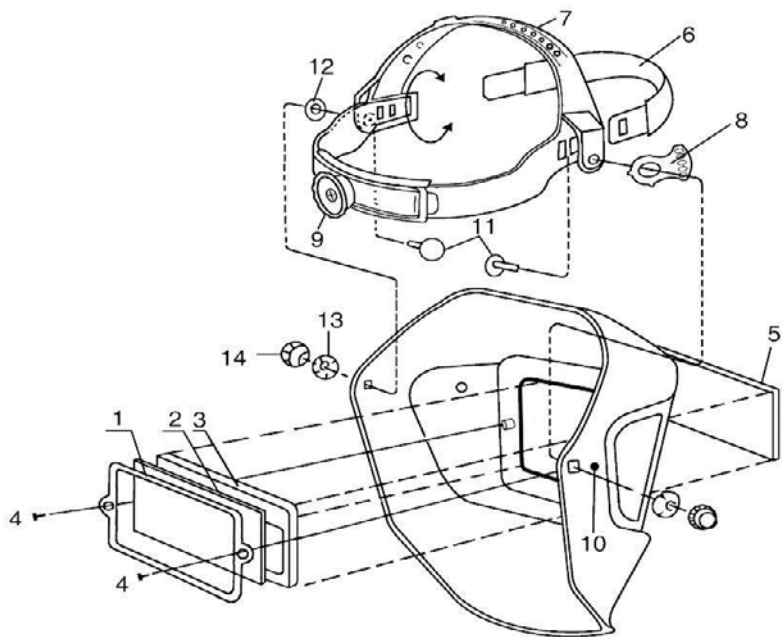

Рис. 2.
1. Корпус щитка поставляется в сборе со светофильтром. С помощью фиксаторов и гаек соедините корпус щитка с наголовником (См. рис. 2).
- **Горизонтальная регулировка обхвата головы:** нажмите на регулятор (См. рис. 2, п. 9), поворачивайте рукоять по часовой стрелке, чтобы уменьшить размер наголовника, и против часовой – чтобы увеличить. Щиток должен плотно сидеть на голове.
- **Вертикальная регулировка системы крепления:** уменьшая или увеличивая размер ремня (См. рис. 2, п. 7), отрегулируйте размер наголовника так, чтобы глаза сварщика находились в средней части светофильтра.
- **Регулировка наклона щитка:** отрегулируйте затяжку винтов и положение фиксатора сегментной регулировки (См. рис. 2, п. 8) для удобного угла обзора. Убедитесь, что щиток свободно опускается и не сползает.